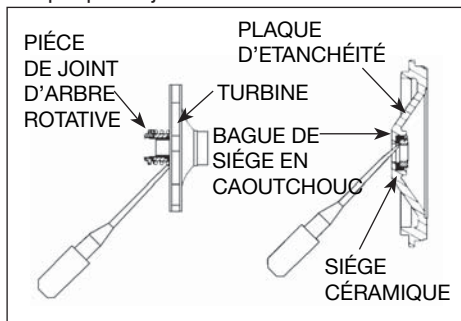

Figure 9 - Enlever le Joint d'Arbre et le Siège Céramique
rotatif (incluant le col d'inoxydable et la garniture de caoutchouc) de l'impulseur (figure 9).
10. Pousser ou sortir et dégager le siège de céramique, et la bague du siège en caoutchouc de la plaque de joint (figure 9).